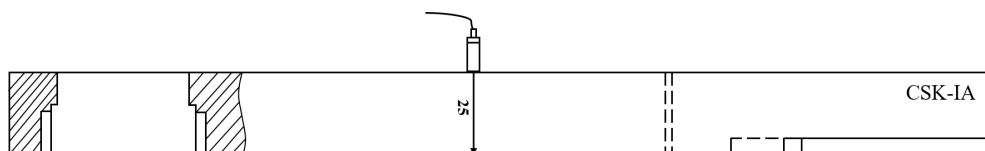

图 4.6 水平线性校验的探测区域
1) 将直探头移动至 CSK-IA 表面上，对准 25mm 厚的大平底面，如图 4.6 所示，调整探头位置使屏幕上显示出 6 次回波，并保持不动直至本项校验完成；